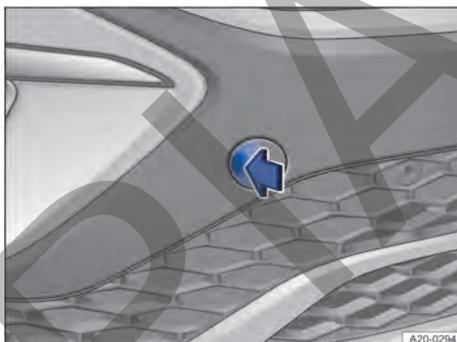

Fig. 143 En el lado derecho del paragolpes delantero: retirar la tapa.
- Presione en el lateral de la tapa en el sentido de la flecha para desencastrarla → fig. 143.